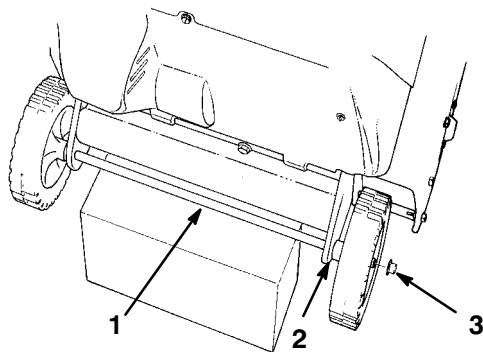

Figure 2
1. Placez une cale en bois sous l'essieu (Fig. 2).
2. Placez une entretoise et une roue sur l'essieu (Fig. 2).
3. Enfilez un écrou de poussée à l'extrémité de l'essieu (Fig. 2).